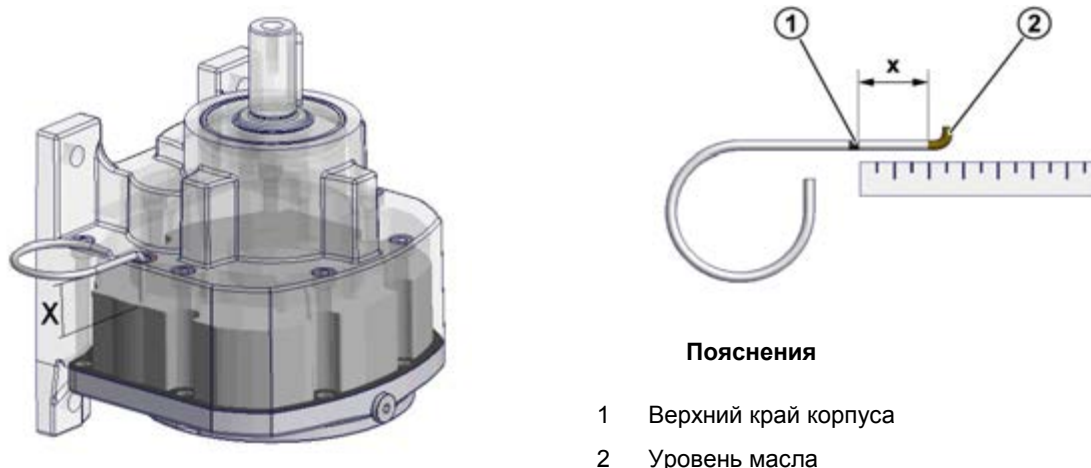

Рис. 28: Измерение уровня масла
2. Измерить величину X между верхним краем корпуса редуктора и уровнем масла. Если возможно, использовать для этого маслоизмерительный щуп. (см. Рис. 28).